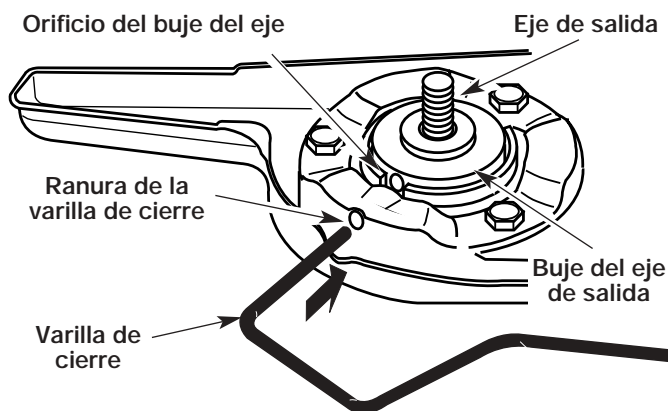

Fig. 8
1. Alinee el orificio del buje del eje con la ranura de la varilla de cierre e inserte la varilla de cierre en el orificio del buje del eje (Fig. 8).
6. Alinee el orificio del buje del eje con la ranura de la varilla de cierre e inserte la varilla de cierre en el orificio del buje (Fig. 8).